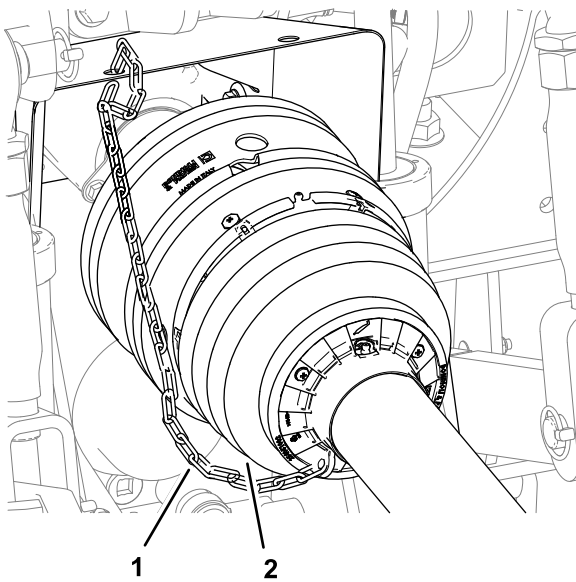

Bild 17
5. Prüfen, ob die Rückhalteketten zwischen der vorderen Schutzabdeckung der Zapfwelle und einem feststehenden Teil am Zugfahrzeug montiert ist (**Bild 17**).